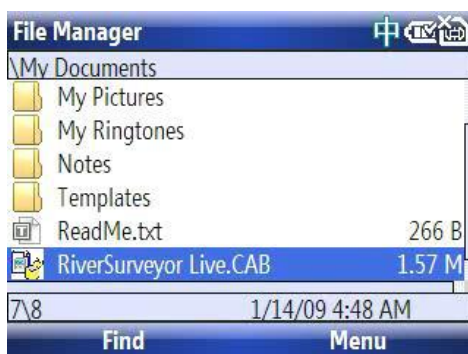

Figura 42. Menú del Administrador de archivos - Mis documentos
Presione en iniciar una medición (**F5**) para empezar la recopilación de datos. La figura 42 muestra dónde está localizado el botón dentro de la pestaña Sistema. Tenga en cuenta que éste no registra ningún dato. En lugar de eso, permite que los datos del sistema puedan ser
6. En el dispositivo móvil, utilice el Administrador de archivos para abrir Mis documentos (Figura 42).